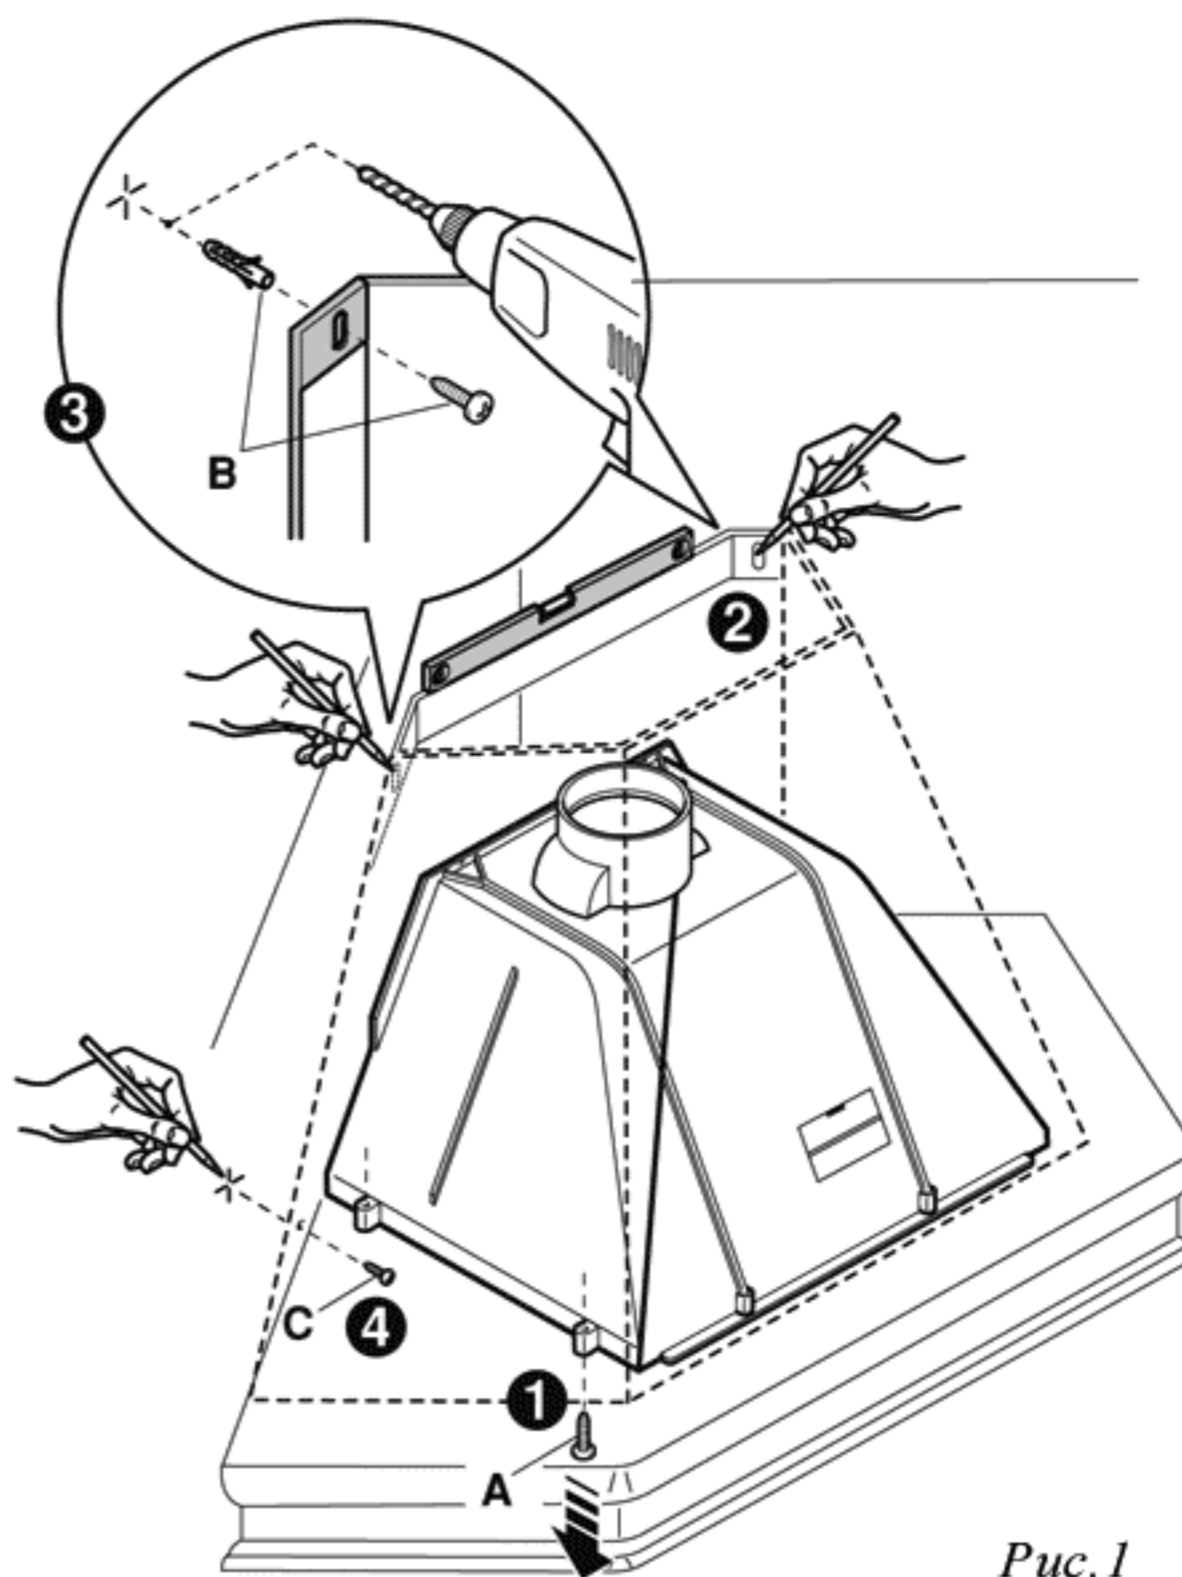

Рис.1
- Отсоединить моторный блок, открутив 4 винта **A**, которыми он закреплен в нижней части вытяжки (рис. 1).
- Просверлить отверстия, вставить два дюбеля $\varnothing 8$ мм и зафиксировать вытяжку в желаемой позиции посредством винтов **B** через отверстия, расположенные в верхней части задней панели (рис. 1).